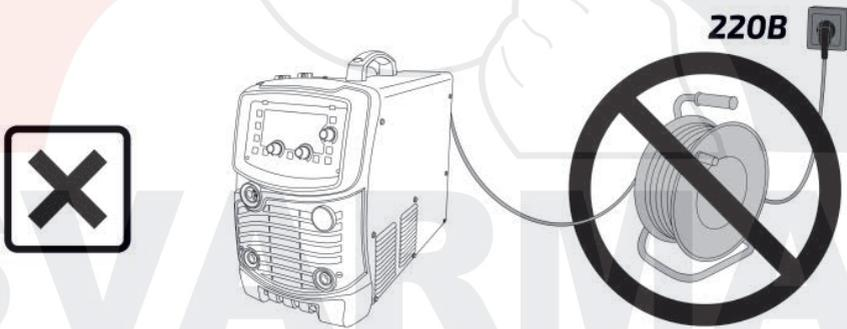

Рис. 8.1.3. Схема неправильного подключения и удлинения кабелей сварочного аппарата.
**Данный вид подключения (рис. 8.1.3) приводит к выходу сварочного аппарата из строя!**